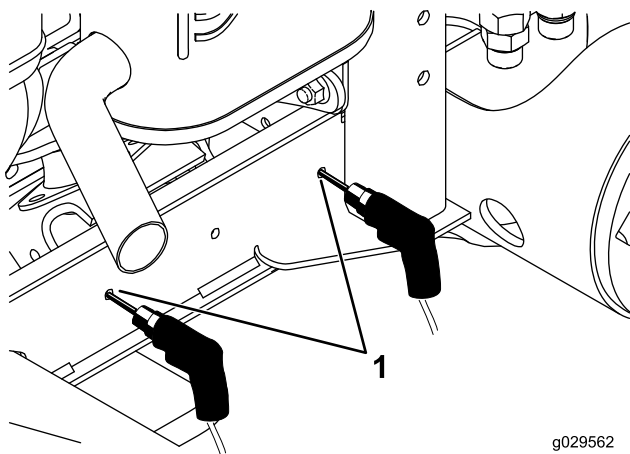

Figura 20
10. Nei punti contrassegnati nel passaggio 8, praticate nel telaio 2 fori con diametro 7,14 mm (Figura 20).